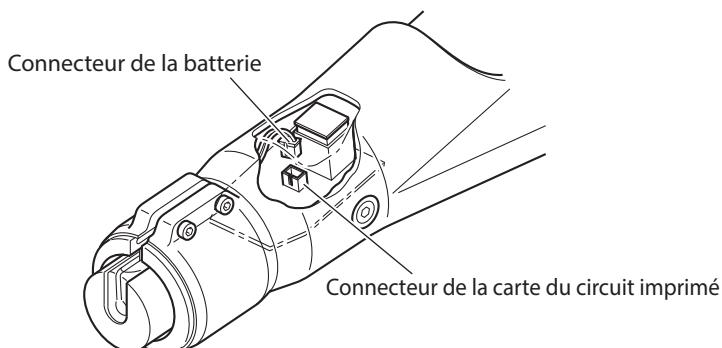

Fig. 21 Débranchement du connecteur de la batterie
- 1 Débranchez le connecteur de la batterie de la carte du circuit imprimé. (Fig. 21).
- 9** Branchez le connecteur de la batterie au connecteur de la carte du circuit imprimé (Fig. 21).